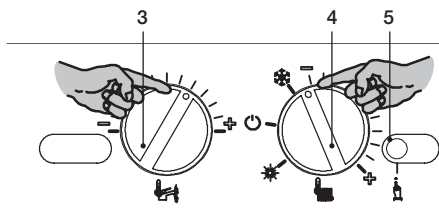

Рисунок 7.5
горячего водоснабжения 3 и переключатель функций 4 так, как показано на следующем рисунке (Рисунок 7.5).
- Чтобы настроить давление розжига горелки, войдите в режим программирования, нажав и удерживая в течение 15 с кнопку сброса 5 (Рисунок 7.5), пока на ЖК-дисплее не появится параметр P01. На ЖК-дисплее последовательно отобразятся следующие символы (параметр P01 будет загораться поочередно с - - - -).
- Нажмите кнопку сброса 5 (Рисунок 7.5) и пролистайте параметры до P14, предназначенного для настройки давления розжига горелки. На ЖК-дисплее последовательно отобразятся следующие символы (параметр P14 будет загораться поочередно с цифрой 135).
- Чтобы изменить настройку, поверните регулятор температуры в системе горячего водоснабжения 3 (Рисунок 7.5) и установите ее в выбранное положение.